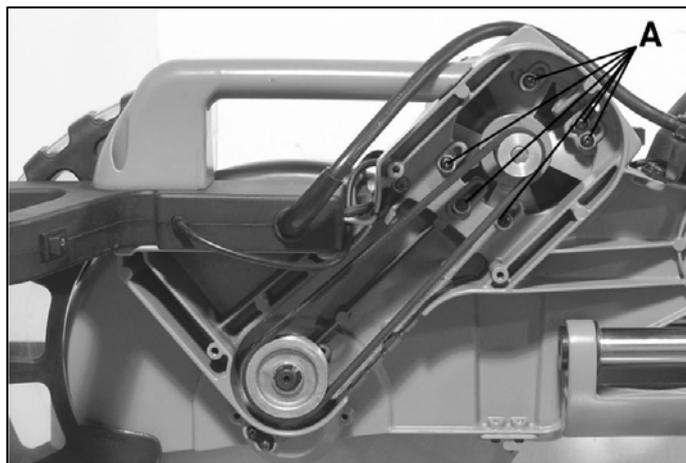

Fig.23
4. Per allentare la tensione della cinghia, allentate le sei viti a forma di croce **(A) Fig.23** all'interno della scatola della cinghia per
8. Una volta che la tensione della cinghia è regolata, stringete le sei viti a croce **(A)** **fig.23**.